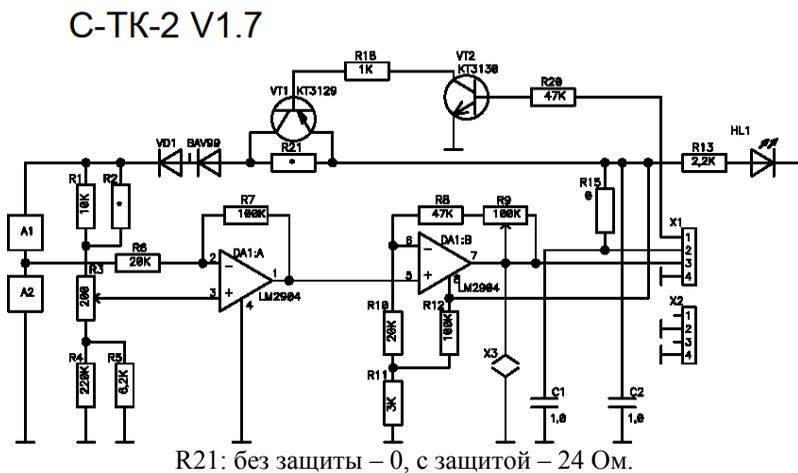

Рис. 4
- Плата для термокаталитического сенсора (маркировка «С-ТК-2») – используется в ГС на горючие газы. Принципиальная схема показана на рис. 4, расположение элементов – на рис. 4а. Схема имеет 2 варианта без защиты и с защитой от перегрузки по концентрации.
Рис. 4а